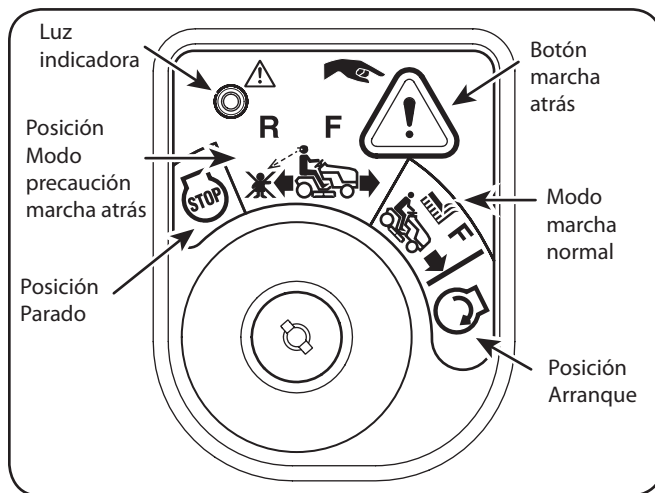

Figura 5-2
2. Gire la llave desde la posición de CORTE NORMAL (verde) hasta la posición de MODO DE PRECAUCIÓN EN MARCHA ATRÁS (amarillo) del módulo de la llave de contacto. Vea la Figura 5-2.
3. Presione el BOTÓN DE MARCHA ATRÁS (botón triangular de color naranja) que está en el vértice superior derecho del módulo de la llave de contacto. La luz indicadora de color rojo que está en el vértice superior izquierdo del módulo de la llave de contacto se mantiene ENCENDIDA mientras esté activado. Vea la Figura 5-2.